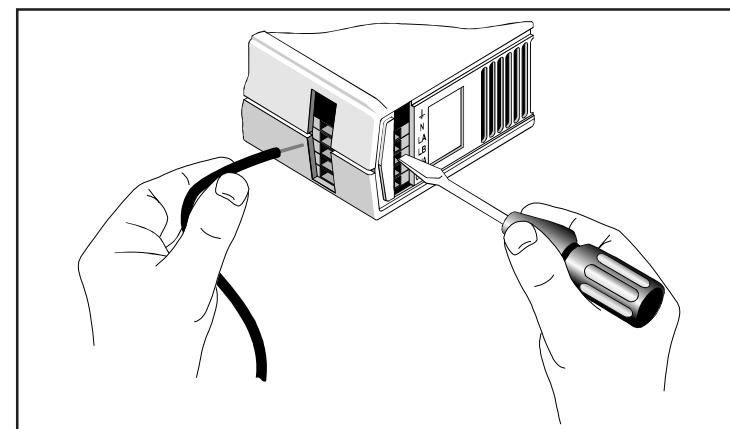

Abb.1-2: Anschluß der Leitungen an die Klemmen.
1. Hebeln Sie die Klemmabdeckung vorsichtig mit einem Schlitzschraubenzieher auf, um Zugang zu den Netzanschlußklemmen zu erhalten. (Abb. 1-2).
2. Stecken Sie die Spitze eines kleinen Schraubenziehers soweit wie möglich in die Aussparung der Anschlüsse so, daß sich die Klemme öffnet und Sie die Leitung herausziehen können (Abb. 1.2). Wir empfehlen die einzelnen Leitungen zu kennzeichnen, um den Wiederanschluß zu erleichtern.
3. Hebeln Sie die Klemmabdeckung vorsichtig mit einem Schlitzschraubenzieher auf, um Zugang zu den Netzanschlußklemmen zu erhalten. (Abb. 1-2).
Setzen Sie die Spitze eines kleinen Schraubenziehers soweit wie möglich in die Aussparung der Anschlüsse so, daß sich die Klemme öffnet und Sie die Leitung einführen können (Abb. 1.2). Nachdem Sie den Schraubenzieher wieder aus der Aussparung entfernt haben, überprüfen Sie bitte den sicheren Halt der Verbindung.